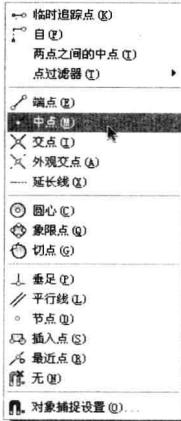

图 2-4-7
(8) 右击“对象捕捉”按钮，在弹出的菜单中单击“中点”，如图 2-4-7 所示，即取消中点捕捉。在对象捕捉模式中如果没有启用一种捕捉模式，可以临时启用一种捕捉模式。